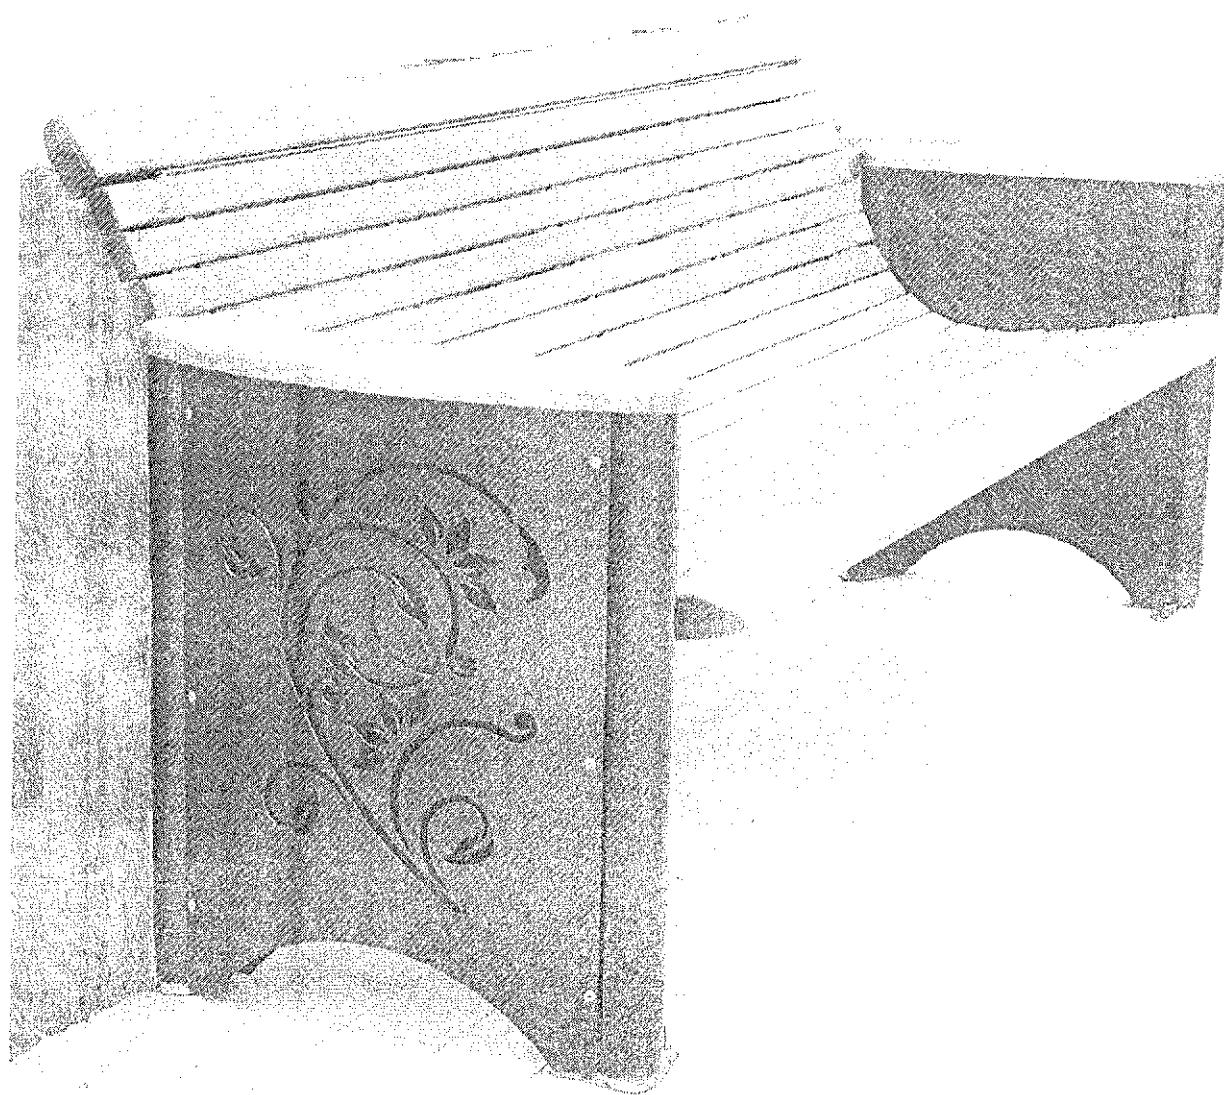

Fig.1 (poza laterală)
1.2 Modelul care face obiectul achiziției este prezentat în fig. 1:-6 din Anexa 1 la prezentul
3.3.1.1 Picioarele vor fi confectionate dintr-un schelet placat pe ambele părți cu panouri de tablă de minimum 2 mm grosime. Panoul dinspre exterior va fi de formă ușor bombată atât din motive estetice cât și din motive de rezistență mecanică (fig 1) pe care se va aplica o inscripționare și stema municipiului în conformitate cu prevederile pct. 2.3.4 din prezentul. Panoul din interior poate fi de formă plană. Piciorul băncii va avea înălțime corespunzătoare pentru a ține loc și de cotieră pentru bancă, iar capătul superior al acestuia să fie îmbrăcat cu o șipcă de lemn de formă ergonomică pentru sprijinul brațelor (fig 6).
2.3.3. Pentru o bună rezistență mecanică, șezutul și spătarul băncii vor forma un subansamblu monobloc (fig.1, 3 și 5). Acest subansamblu va fi compus din 18-19 rgle de dimensiuni minime de 25x40 mm, din care două vor avea formă rotunjită în capete, respectiv prima de la spătar și ultima de la șezut. Prinderea șipcilor se va face cu 5 tije (tiranți) metalice care vor străpunge simultan cele 19 rgle, în cinci locuri, rezultând astfel un pachet rigid și solid. Tijele vor străpunge fiecare șipcă de lemn prin lățimea acestora astfel că nu sunt vizibile din exterior (vor fi îngropate în masa lemnosă). Această cerință va rezolva problema ruperii (frângerii) accidentale sau voite a șipcilor, fenomen frecvent la șipciile prinse direct pe scheletul picioarelor de la alte modele de bănci. Forma tijelor va fi concepută în aşa fel încât subansamblul final: șezut/spătar să aibă o formă „ergonomică”, respectiv să aibă o curbură adaptată corpului uman aflat în poziție de relaxare și odihnă. Pentru a păstra intersticiul dintre șipci se vor folosi distanțiere din teflon sau alt material nemetalic rezistent (fig. 4). Prinderea dintre rgle cât și